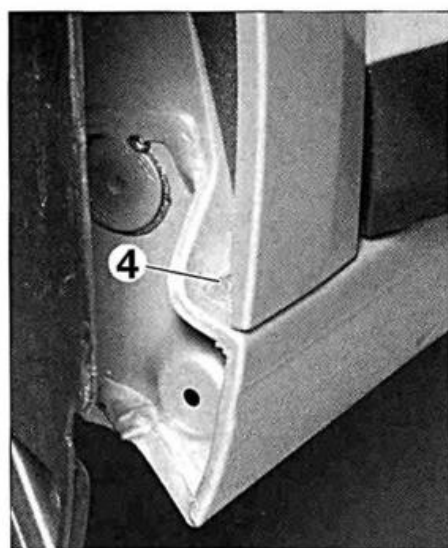

FIG. 14
- Separar parcialmente el guardabarros y desmontar el tornillo de fijación (4) (fig. 14).